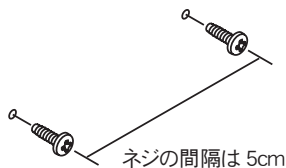

図1
- ① 付属のネジ (プレジャータッピング 4×16) を5cm 間隔で取り付けます (図1参照)。